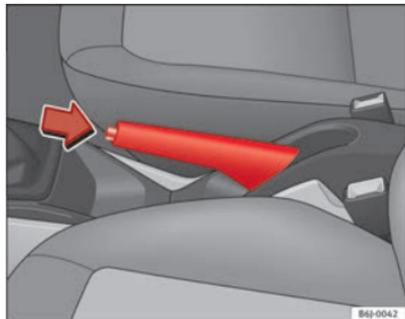

Fig. 109 Frein à main entre les sièges avant
- Serrez le frein à main à fond en tirant le levier vers le haut ⇒ fig. 109.
- Soulevez légèrement le levier du frein à main, appuyez sur le bouton de déblocage dans le sens de la flèche ⇒ fig. 109 et abaissez le levier au maximum ⇒ ⚠.